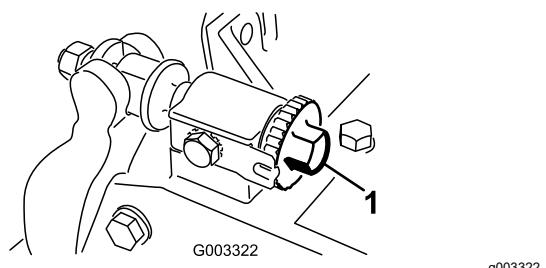

Figura 10
2. Rode os parafusos de ajuste da barra de apoio no sentido contrário ao dos ponteiros do relógio para assegurar que a barra de apoio não entra em contacto com o cilindro (Figura 10).